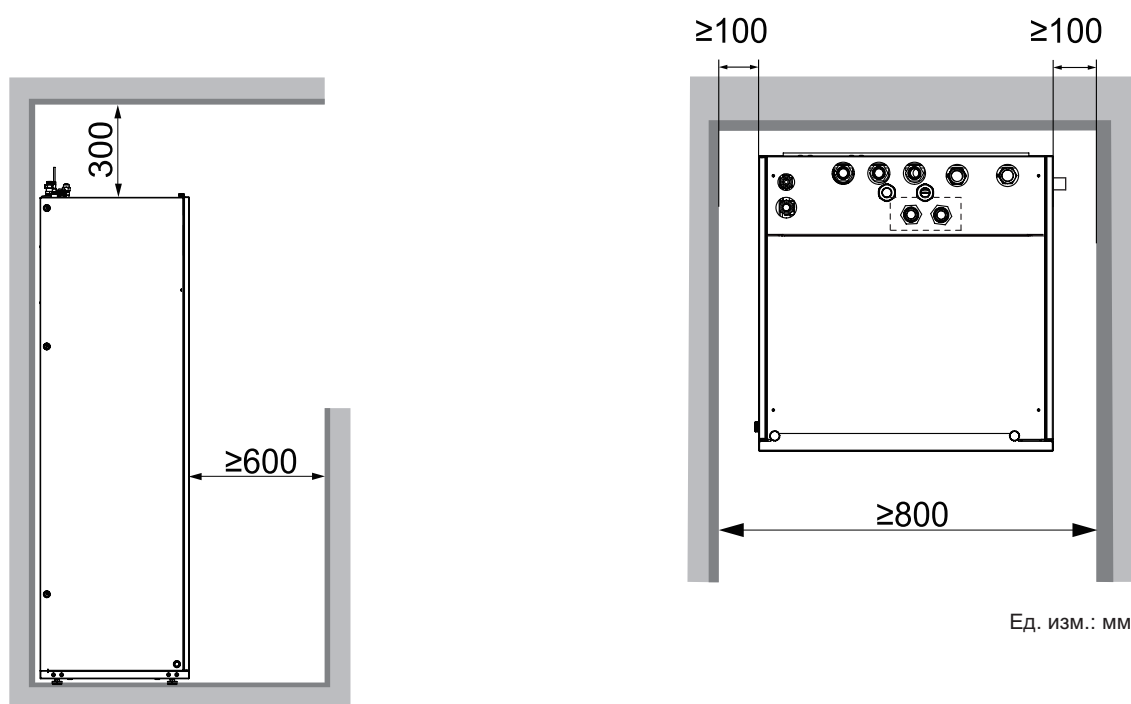

Рис. 4-2
- Вокруг блока должно быть достаточно пространства для обслуживания (см. рис. 4-2)